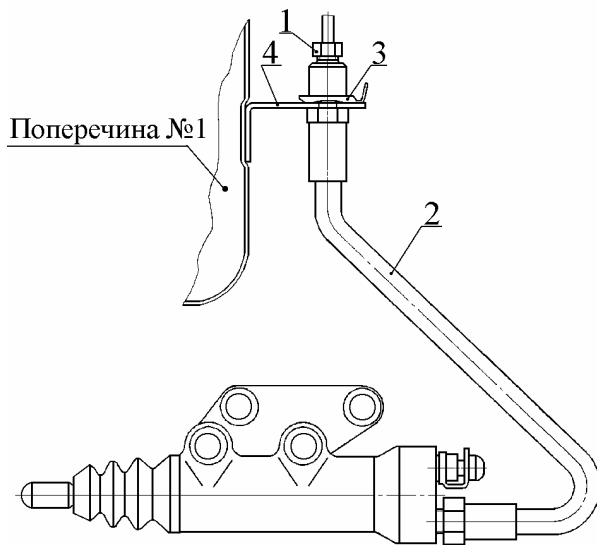

Рис. 10. Отсоединение шланга:
4.13.1. Вывинтить соединительную гайку 1 (рис. 10) гидропривода сцепления из шланга 2.